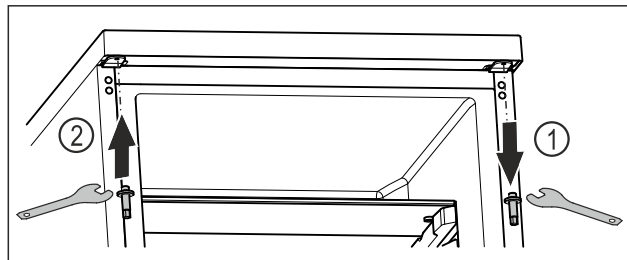

Fig. 23
- Dévisser l'axe supérieur avec une clé mâle coudée pour vis à six pans creux. Fig. 23 (1)
- Serrer l'axe du côté opposé avec une clé mâle coudée pour vis à six pans creux. Fig. 23 (2)